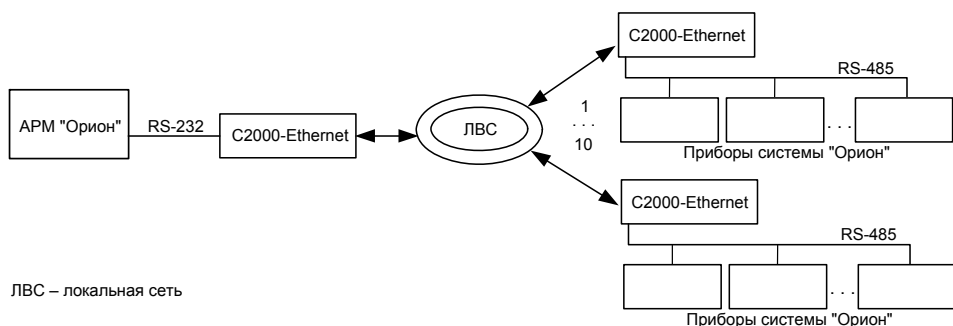
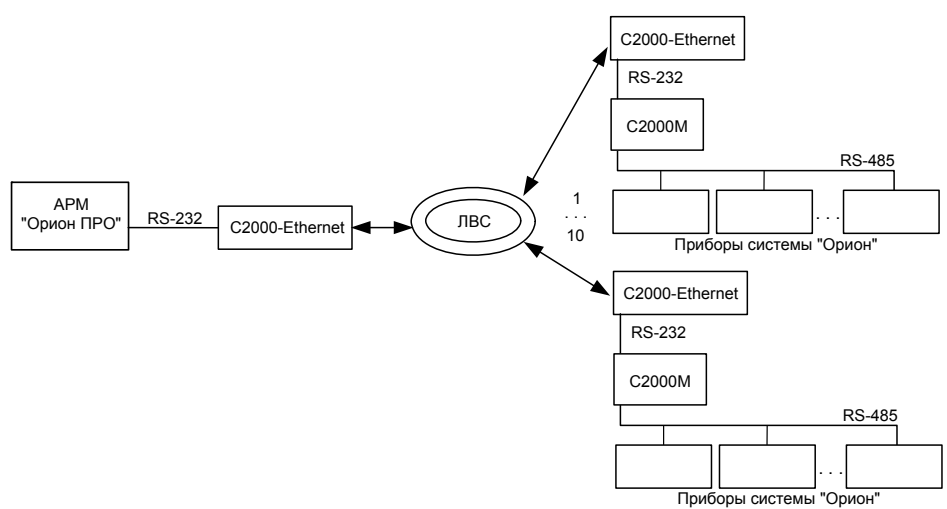
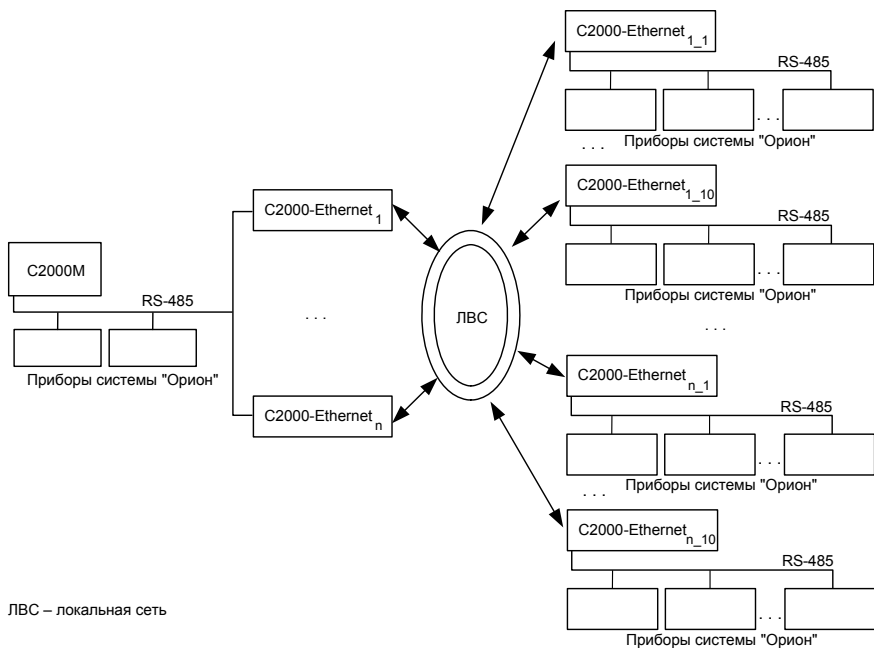
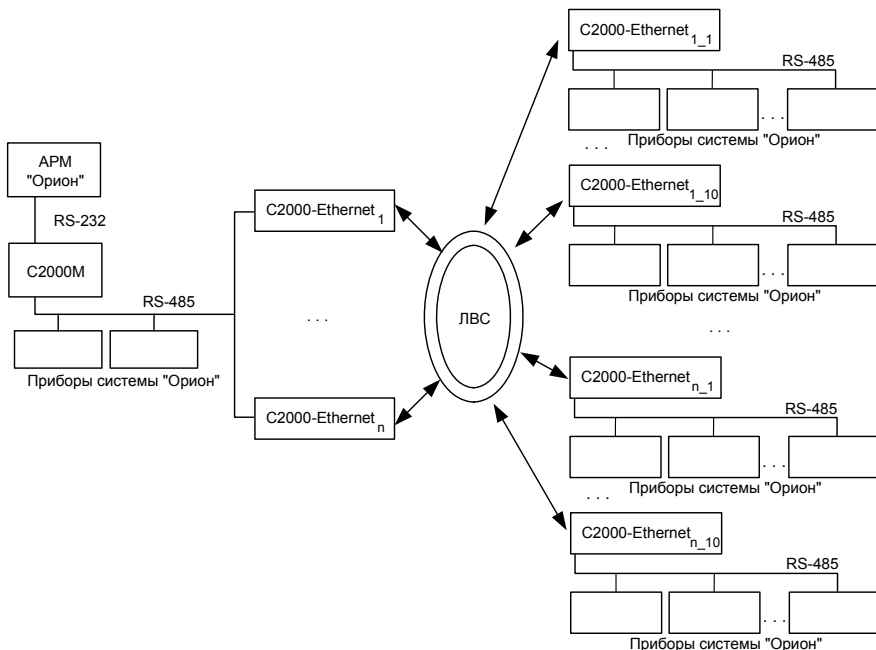

Рисунок 2 Типовая схема использования «С2000-Ethernet» с АРМ «Орион»
Рисунок 3 Типовая схема использования «С2000-Ethernet» с АРМ «Орион Про»
Рисунок 4 Типовая схема использования «C2000-Ethernet» с «C2000M»
Рисунок 5 Типовая схема использования «C2000-Ethernet» с АРМ «Орион» и «C2000M»
- 1) все приборы работают в «прозрачном режиме» (Рис. 2, Рис. 3, Рис. 4, Рис. 5);
К пульту «С2000М» можно подключить неограниченное количество «С2000-Ethernet», каждый из которых будет осуществлять ретрансляцию данных по локальной сети на свои удаленные «С2000-Ethernet» (Рис. 5).
Введите IP-адреса «C2000-Ethernet», на которые будет осуществляться ретрансляция данных по локальной сети. Например, в «режиме с сохранением событий» для «C2000-Ethernet-Slave» – это IP-адреса всех удаленных «C2000-Ethernet-Master», для «C2000-Ethernet-Master» – это IP-адрес «C2000-Ethernet-Slave» (для наглядности см. Рис. 2, Рис. 4, Рис. 5). **Внимание!** В конфигурации «C2000-Ethernet-Master» IP-адрес «C2000-Ethernet-Slave» должен располагаться обязательно в первой записи таблицы маршрутизации.